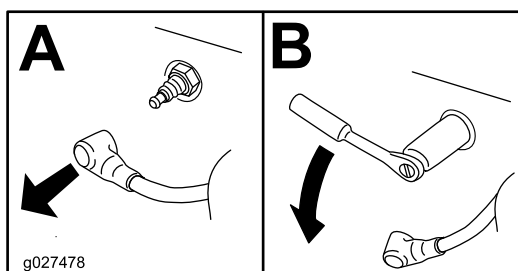

Figure 40
3. Déposez la bougie (Figure 40).